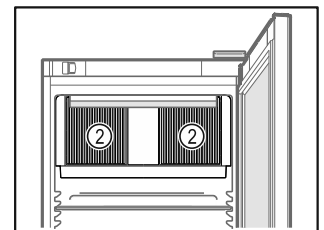

Fig. 53
- ❑ Дръжте вентилационните отвори Fig. 53 (2) на циркуляционния вентилатор във вътрешността свободни.